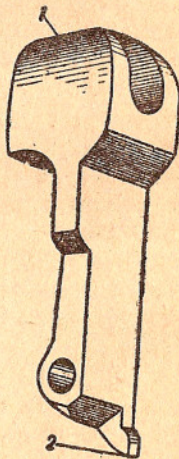

Рис. 17. Казенник:
18. Казенник (рис. 17) служит опорой шляпке гильзы патрона; в момент выстрела он вместе с собачкой подвигает барабан вперед. Казенник имеет: **головку** с каналом для прохода бойка курка; нижняя часть головки сзади скошена, в этот скос упирается ползун при движении вверх, заставляя казенник наклоняться головкой вперед и нажимать на шляпку гильзы; **выступ**, который от давления на него уступа опускающего ползуна заставляет казенник отклоняться головкой назад; **отверстие** для надевания на сосок рамки.